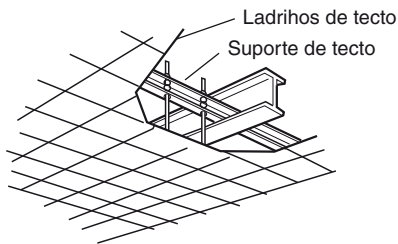

Fig.3-4
- Utilize os suportes de tecto existentes ou construa um suporte adequado (Fig. 3-4).